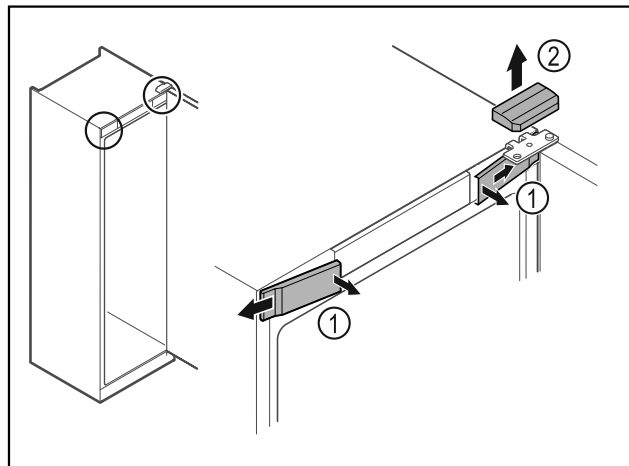

Fig. 8
- Vidinėje pusėje atfiksukite priekines dengiamąsias plokšteles Fig. 8 (1) ir nuimkite jas į šoną.
- Nuimkite viršutinę dengiamąją plokštelę Fig. 8 (2) į viršų.